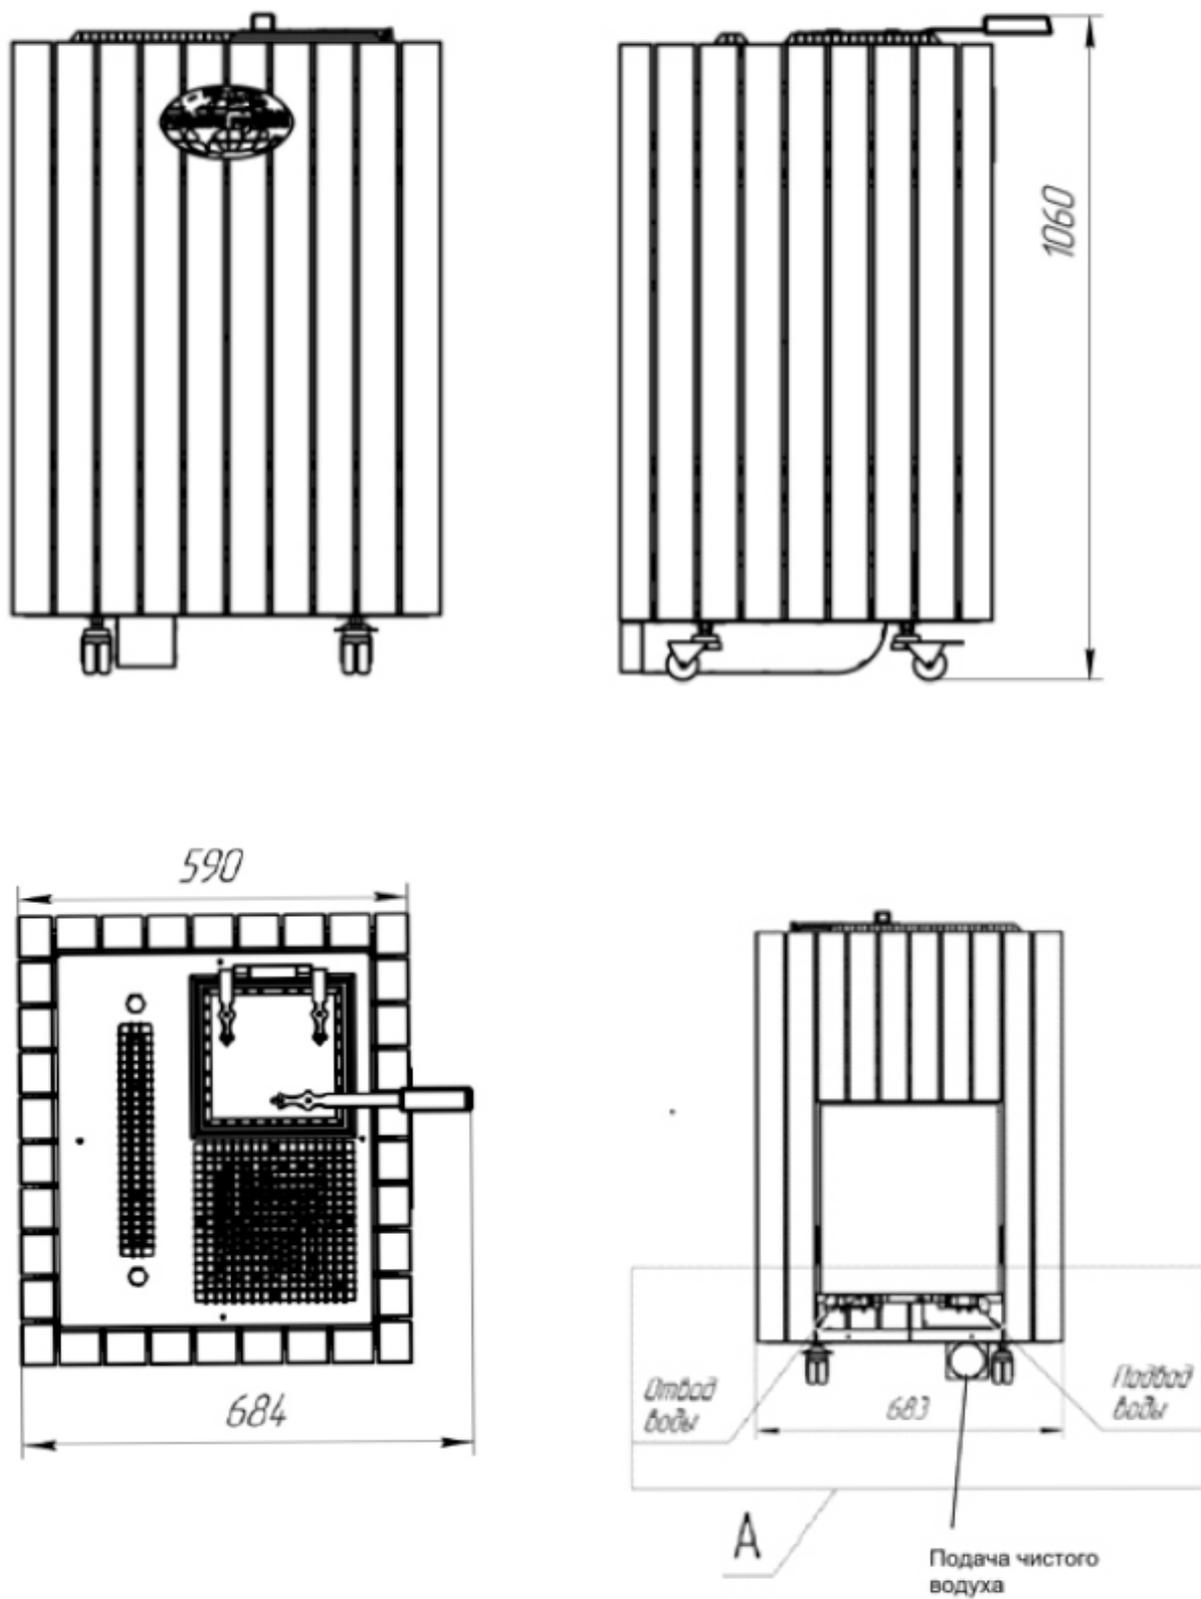

Рис.1. Внешний вид и габаритные размеры ЭН «ПиЖ - Футурус» в каменной облицовке
\*\*\*\* Габаритные размеры указаны без учета съёмной ручки крышки каменки (см.рис.1)
1.4.2 Внешний вид и габаритные размеры (мм) ЭН представлены на рис. 1, 2